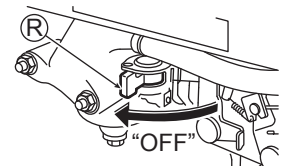

рис. 16
3 Установите топливный кран (R) в положение "OFF". (См. рис. 16.)